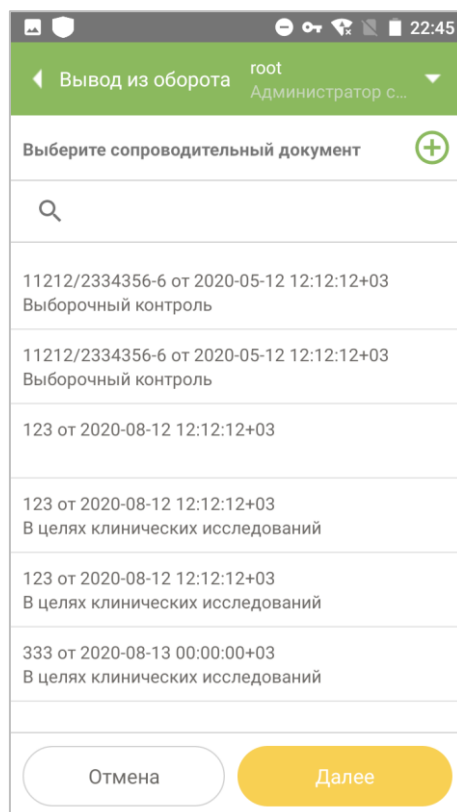

Рисунок 11.6
1. Нажать на иконку «Вывод из оборота» в главном меню приложения. Откроется окно со списком сопроводительных документов (Рисунок 11.6).